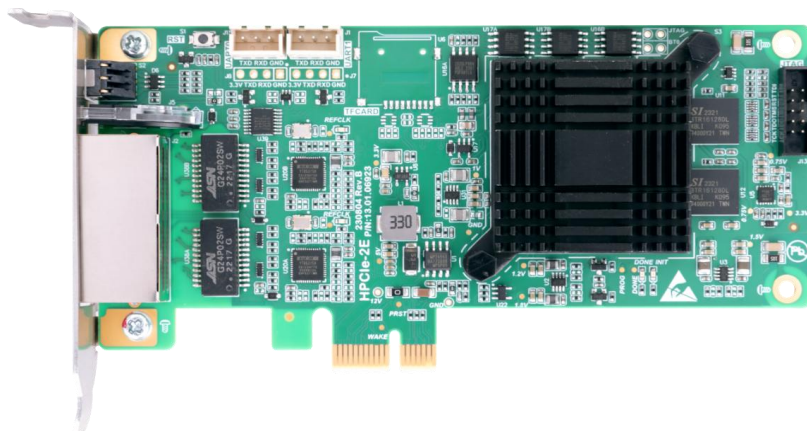

图 3.1 PCIe-2E 主站卡
(1) HPCIe-2E 主站卡及带 PCIe 卡槽的开发主机（Windows），主站卡如下图 3.1 所示。